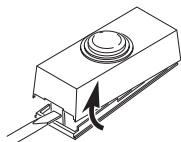
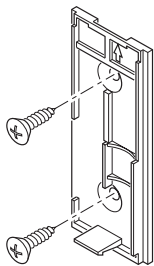

Figura 1
Figura 3
1. **Instalar pila alcalina de botón tipo A23 de 12 voltios (Se incluye).** Extraer la parte posterior de la caja presionando la aleta en el botón con un destornillador pequeño (vea la Figura 1). Vea el diagrama dentro del pulsador para la orientación correcta de la pila. *Nota:* Si las baterías están preinstaladas, quite la aleta anaranjada de las baterías.
- **Montaje con tornillos:** Para montar con tornillos, quite la parte de atrás de la caja empujando hacia adentro la lengüeta de abajo con un destornillador pequeño y girando la cuchilla (vea la Figura 1). *Nota:* Quite la suciedad de los orificios para tornillos (si es necesario) antes de poner los tornillos. Coloque la parte de atrás de la caja contra la jamba o la pared (vea la Figura 3). Encaje a presión la parte frontal del pulsador.